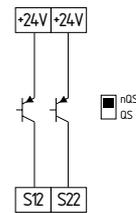

Fig. 12
**Control mediante dos canales de resguardos de seguridad (basados en microprocesadores) con salidas de semiconductor tipo p, p.ej. AOPD's según EN IEC 61496 (véase fig. 12)**